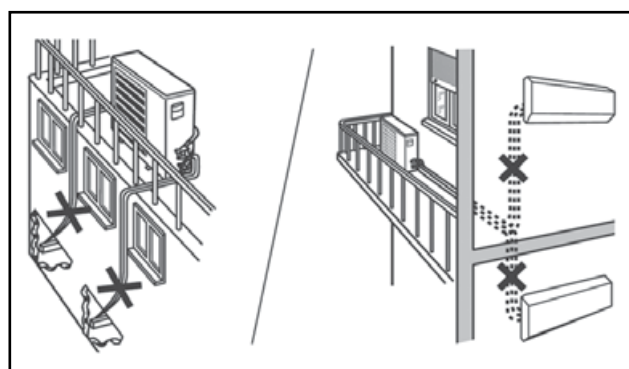

FIGURA 3 - EVITAR DIFERENÇAS EXCESSIVAS
- Recomenda-se não instalar a unidade condensadora com uma diferença excessiva de altura e distância entre esta e as unidades evaporadoras (figura 3).